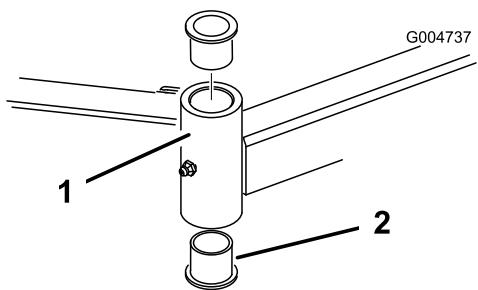

Figura 29
4. Introduza um punção para cavilhas na zona superior ou inferior do tubo de montagem e retire o casquillo para fora do tubo (Figura 29). Retire igualmente o outro casquillo do tubo. Limpe o interior dos tubos para remover a sujidade.